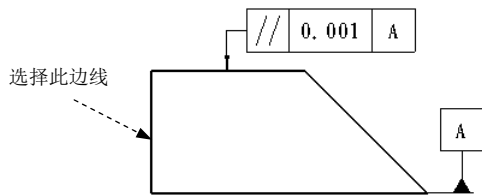
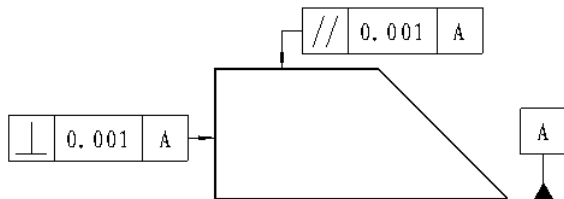

图 6.5.17 选取放置边
图 6.5.18 “垂直度”形位公差
Step3. 放置形位公差符号。选取图 6.5.17 所示的边线，在合适的位置单击以放置形位公差，结果如图 6.5.18 所示。